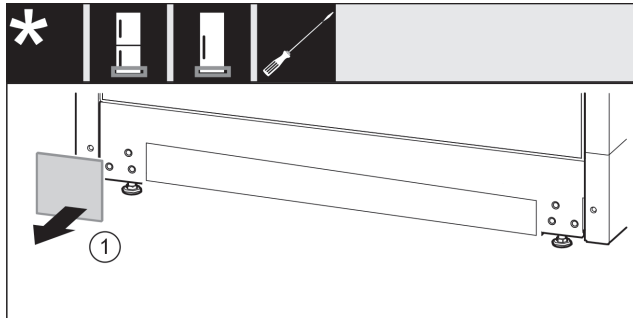

Fig. 31
- ▶ Зніміть кришку Fig. 31 (1).